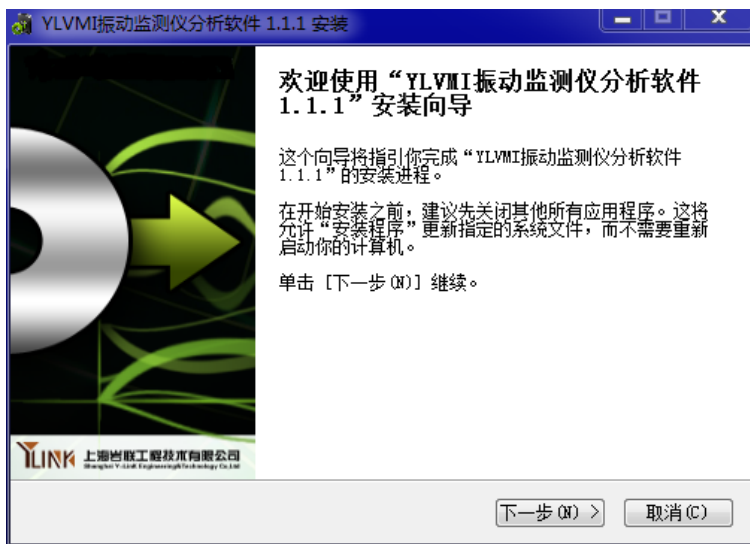

图 3-1 安装界面
①在随仪器配置的 U 盘上找到 YL-VMI 振动监测仪分析软件 Setup.exe 文件，双击打开该文件，即可进入如图 3-1 所示的安装界面。